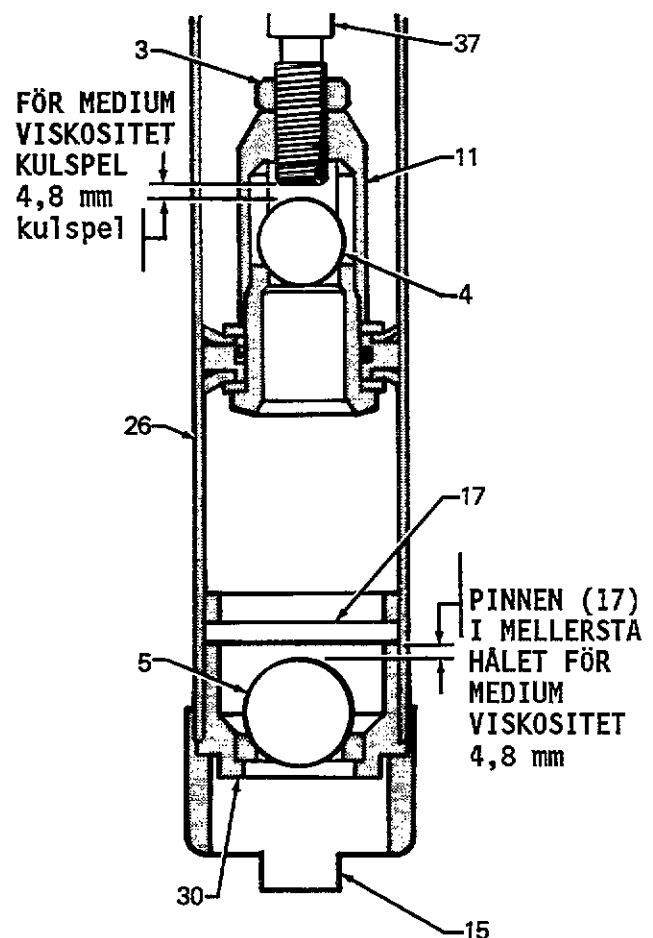

Fig 2
För att justera kolvens ventilspel, skall låsmuttern (3) lossas och kolven (11) vridas moturs för att öka ventilspelet och medurs för att minska ventilspelet. För vätskor med medium viskositet, skall kulspelet vara 4,8 mm se fig 2.